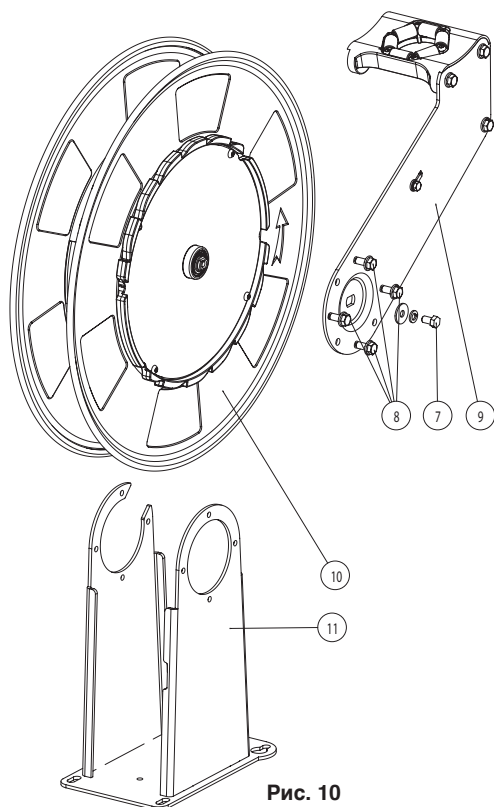

Рис. 10
6. Вынуть верхнюю направляющую (9) (рис. 10), ослабив болт (7) (рис. 10). Намоточный барабан отсоединяется от рамы. Затем следует ослабить болты (8) (рис. 10) и вынуть верхнюю направляющую (4).